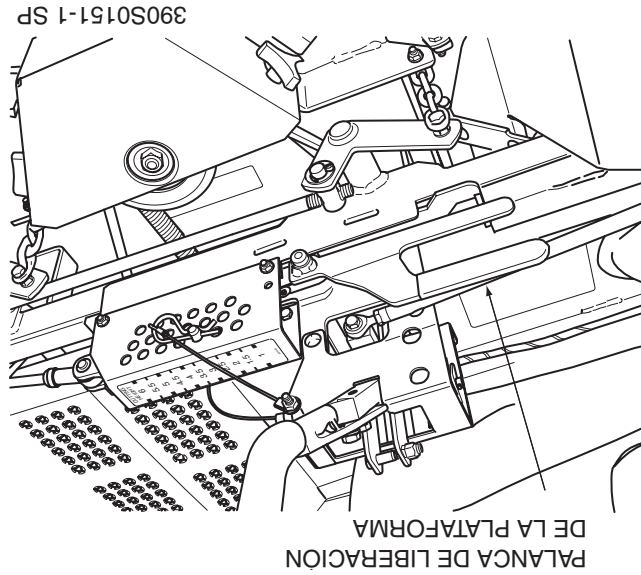

Figura 4-7 Palanca de liberación de la plataforma
3. Inserte el pin de amarre en el indicador de la altura adelante la palanca de pie de la elevación de plataforma, manténgala en posición y levante la palanca de liberación de plataforma. (Figura 4-7, página 16) Libere lentamente el pedal. Hay una calcomanía de la altura de plataforma ubicada en el indicador de altura como una ayuda para ajustar la plataforma a la altura deseada. (Figura 4-6)